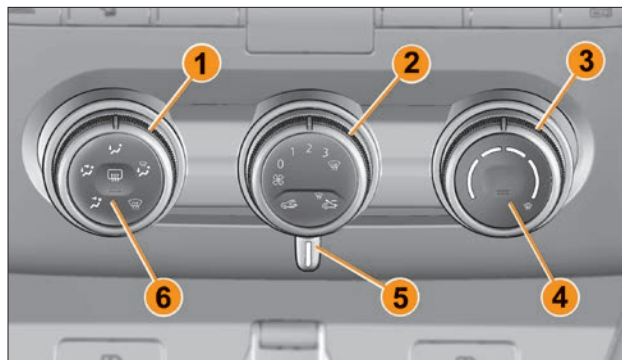

Рис. 3.12.4. Блок управления климатической системой с ручным управлением (в варианном исполнении)
- регулятор **3** (см. рис. 3.12.4) повернуть в крайнее положение красной зоны (подача максимально подогретого наружного воздуха);